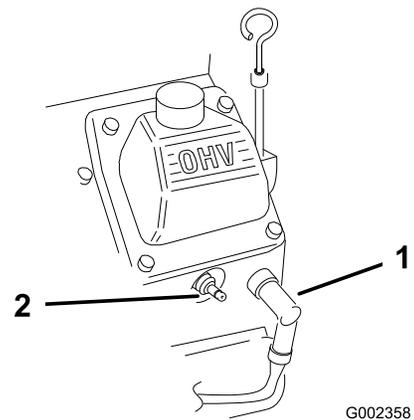

Figure 44
3. Débranchez les bougies (Figure 44).
3. Connectez les bougies (Figure 44).